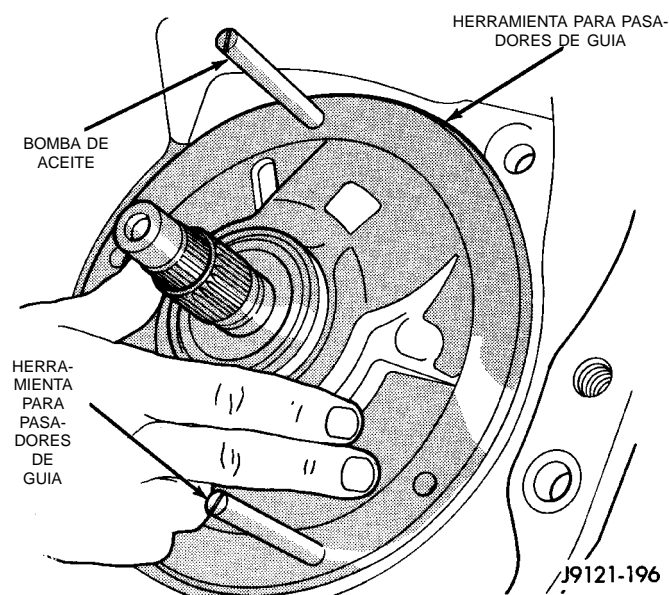

Fig. 136 Instalación del conjunto de la bomba de aceite en la caja
(27) Instale la bomba de aceite (Fig. 136). Alinee y posicione la bomba en los pasadores de guía. Deslice la bomba por los pasadores e introdúzcala en la maza del embrague delantero y la caja con la mano. Luego instale 2 ó 3 pernos de la bomba para mantenerla en su lugar.
(28) Retire las herramientas para pasadores de guía e instale los pernos restantes de la bomba de aceite. Apriete los pernos alternadamente en sentido diagonal con una torsión de 20 N·m (15 lbs. pie).